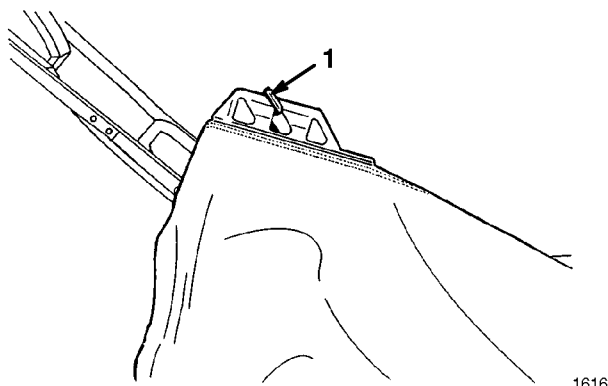

Figure 49
5. Accrocher le sac à herbe sur la tige (Fig. 49).